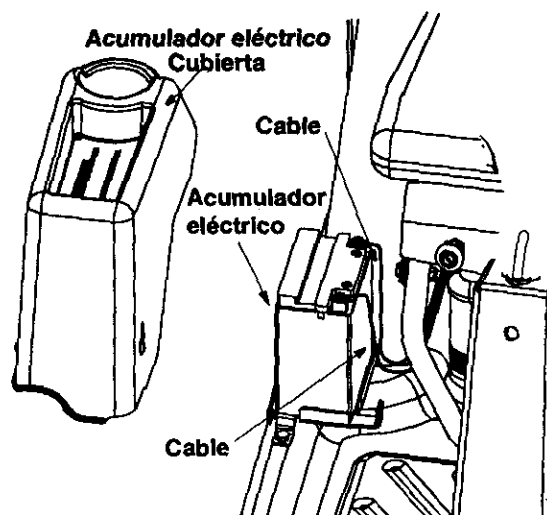

Figura 16
- Una el cable rojo de la batería con la terminal positiva (marcada con +) y el cable negro de la batería con la terminal negativa (marcada -). Vea Figura 16.
- Alinee los cables con las ranuras en la cubierta de la batería y apriete los tornillos en las terminales de la batería. Vea Figura 16.